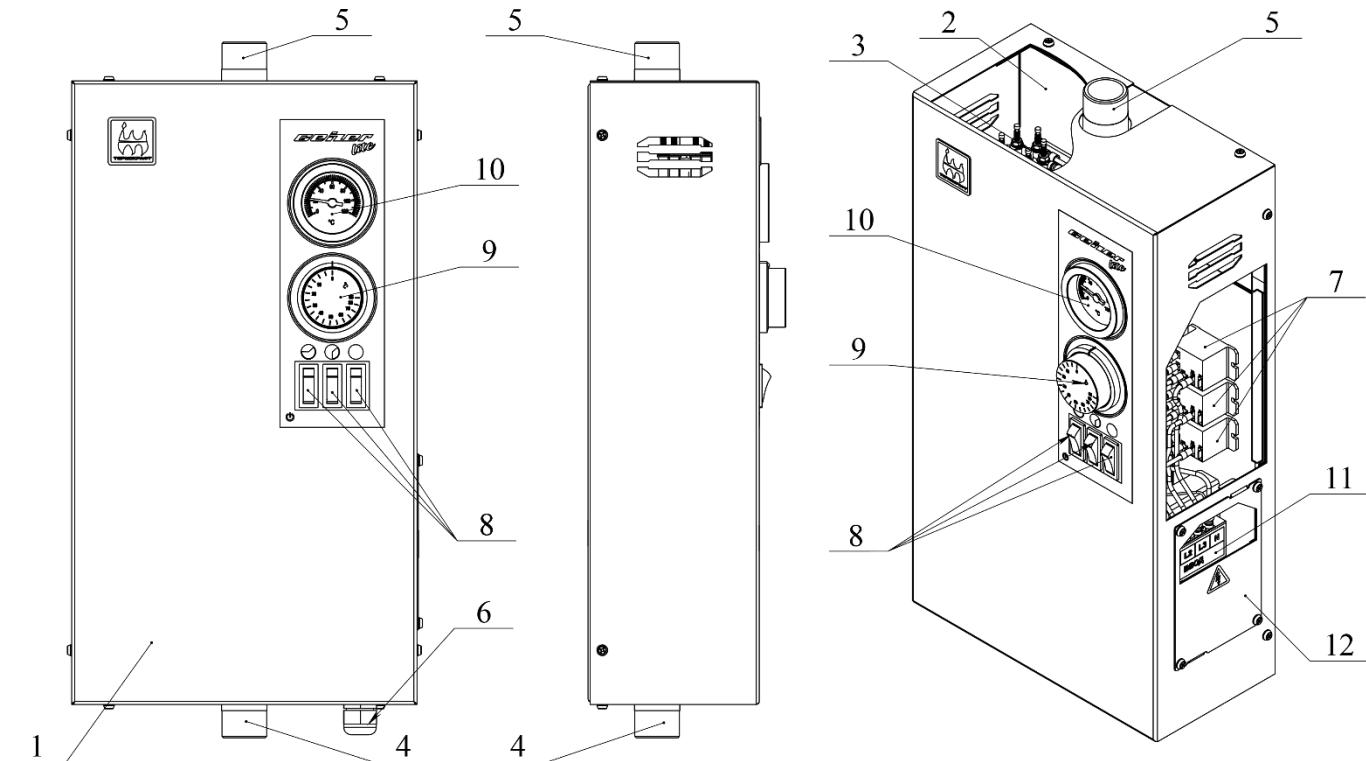
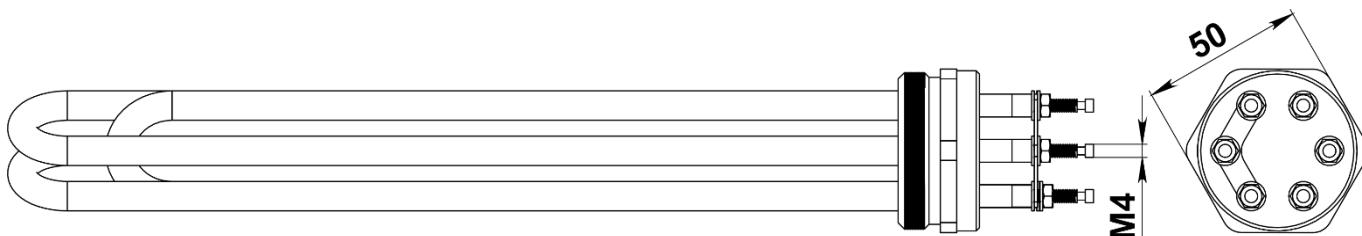

Рис. 1 Устройство водонагревателя
Рис. 2 Блок трубчатых электронагревателей (ТЭНб)
Внутренний корпус электроводонагревателя представляет собой стальной резервуар, обернутый теплоизоляционным материалом, с подающим и обратным патрубками (Рис.1 поз. 4,5), пред назначенными для присоединения котла к системе отопления.
Сверху к резервуару приварена муфта, куда на резьбе вкручен блок трубчатых электронагревателей (ТЭНы) (Рис.1 поз. 3). Блок ТЭНов (Рис. 2) предназначены для нагревания теплоносителя в системе отопления. ТЭНБ представляет собой фланец с наружной резьбой, в который герметично запрессованы трубчатые электронагреватели с резьбовыми выводами (M4). Фланец имеет трубную цилиндрическую резьбу по ГОСТ 6357-81 G 1½” и шестигранник под ключ (50мм).
Снаружи корпус котла закрыт декоративным кожухом (Рис. 1 поз. 1).
В верхней части электроводонагревателя на панели котла смонтирован блок управления. В нем установлены клавишиные выключатели (Рис.1 поз. 8), электромагнитные реле (Рис.1 поз. 7), капиллярный термометр (Рис.1 поз. 10) и терморегулятор (Рис.1 поз. 9), управляющий работой котла.
Отсек монтажной колодки расположен сбоку в нижней части котла. В данном отсеке производится подключение электроводонагревателя к питающей сети. Для подключения к сети не нужно разбирать корпус котла, достаточно снять лючок отсека подключений (Рис. 1 поз. 12).
При включении первого клавишного выключателя (Рис. 1 поз.8) в положение «ВКЛ» подается питание на электромагнитное реле - подключается первая ступень мощности блока ТЭНов (Рис. 1 поз. 3).
- Снять лючок отсека подключений (Рис.1 поз. 12), предварительно выкрутив винты крепления;